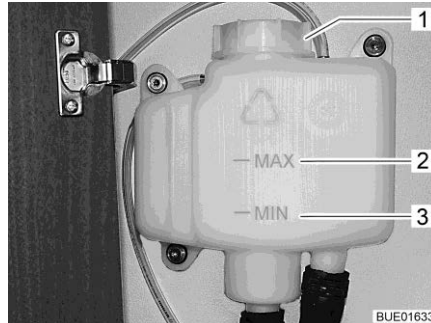

Bild 214 Expansionsbehållare utan kåpa
- Kontroll av vätskenivå utförs på expansionsbehållaren (Bild 214), nivån skall ligga mellan markeringarna "MIN" (Bild 214,3) och "MAX" (Bild 214,2).
- Vredet på expansionsbehållaren (Bild 214,1) öppnas.